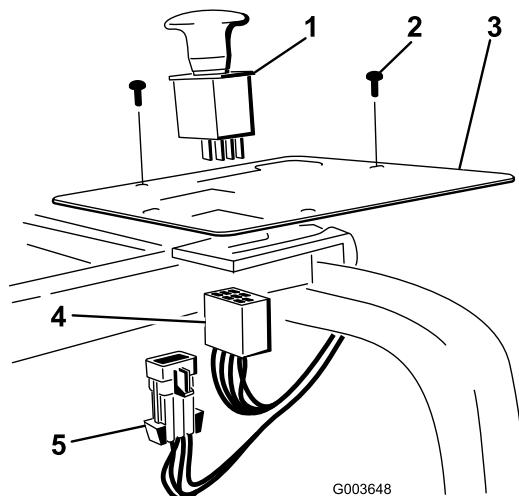

**Bild 33**
5. Nehmen Sie den Überbrückungsdraht vom Hauptkabelbaum unter dem Armaturenbrett ab (Bild 33).